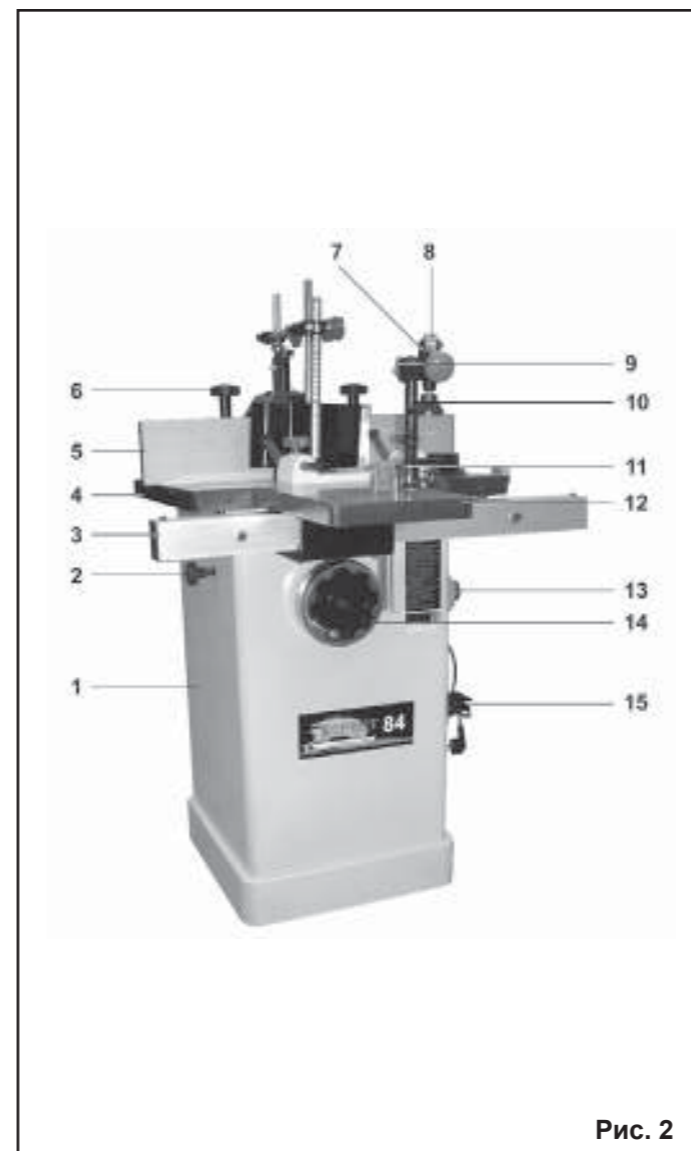

Рис. 2
7.1. Станок состоит из следующих сборочных единиц и деталей (Рис. 2, 3, 4)
8.1.2. В нижней части основания (1) станка, Рис.2, закрепите резиновые опоры (Е), Рис.1. Для повышенной устойчивости фрезерный станок рекомендуем прикрепить к полу. Используйте для этой цели анкерное соединение (не комплектуется).